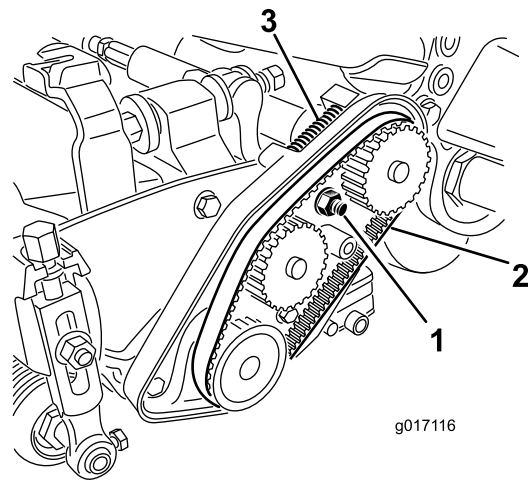

图21
3. 松开轴承座螺母图21。
5. 拆下皮带 (图21)。
12. 确保压缩弹簧对皮带 (图21) 施加张紧力。